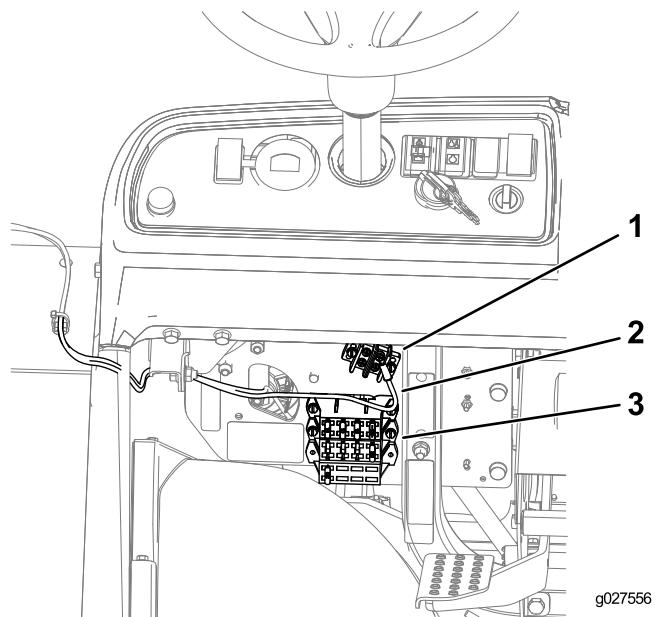

**Figura 11**
- Dirija el arnés de cables bajo el panel de control (sección A de la Figura 11). Instale la brida con clip en el orificio inferior del panel lateral y la toma de corriente en el orificio superior.
- Realice un taladro en la consola, instale la brida con clip en el taladro superior del panel lateral e instale la toma de corriente en el taladro inferior (sección B de la Figura 11).